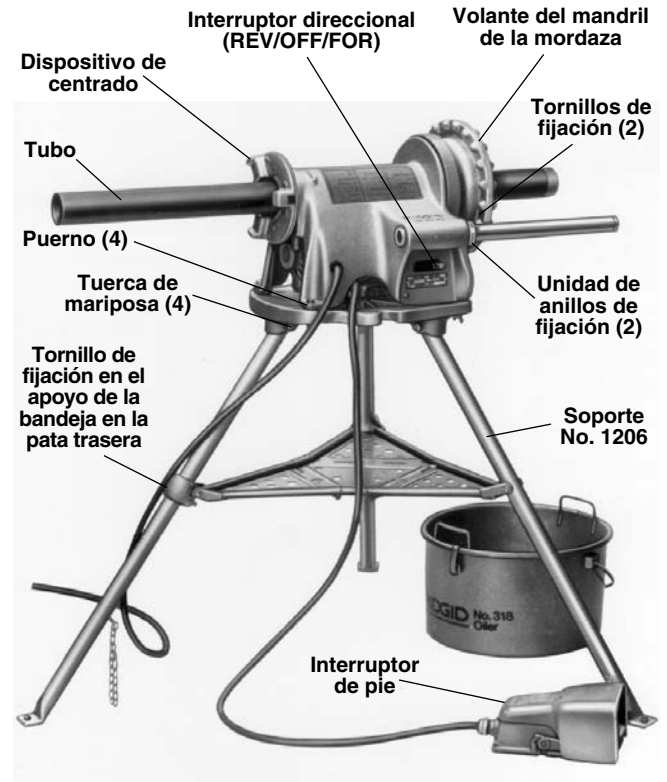

Figura 3 – Accionamiento Autopropulsado No. 300 montado sobre el Soporte No. 1206 junto a la Aceitera No. 418
- Ubique el tornillo de fijación en el apoyo de la bandeja en la pata trasera (Figura 3).
2. Monte el Accionamiento Autopropulsado en el soporte empleando los pernos y las tuercas de mariposa (Figura 3).
1. Asegure que el Accionamiento Autopropulsado esté desenchufado y que su interruptor direccional se encuentra en la posición de OFF (apagado) (Figura 3).
4. Asegure que el interruptor de pie esté presente y acoplado a la Roscadora (Figura 3).
4. Si la pieza de trabajo se extiende más allá de cuatro (4) pies del Accionamiento Autopropulsado, use uno o más soportes para tubos. Así se evita un volcamiento y la oscilación del tubo.
5. Si la pieza de trabajo se extiende más allá de Accionamiento Autopropulsado, rodee la zona de trabajo con barreras para dejar un mínimo de tres (3) pies de espacio libre alrededor del Accionamiento Autopropulsado y la pieza de trabajo. Esta "zona de seguridad" impedirá que otros se acerquen a la máquina y a la pieza de trabajo. De lo contrario, personas pueden volcar la máquina o quedar enganchadas en sus partes móviles.
6. Si se hace necesario, llene la Aceitera No. 418 con Aceite para Roscar RIDGID. Colóquela debajo de la parte delantera del Accionamiento Autopropulsado (*Figura 3*).